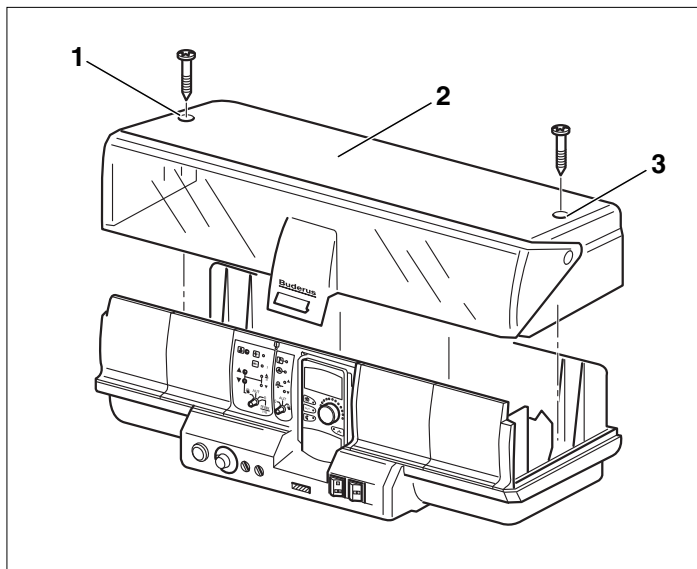

Рис. 19 Демонтаж крышки
- Отверните 2 винта на верхней крышке корпуса (Рис. 19, поз. 1 и 3).
- Снимите крышку (Рис. 19, поз. 2).